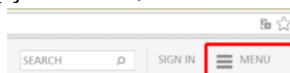

Figura 1.1 – Instalação do AutoCAD 2016 – MENU
- II. No canto direito superior acesse a opção MENU, conforme a figura 1.1.